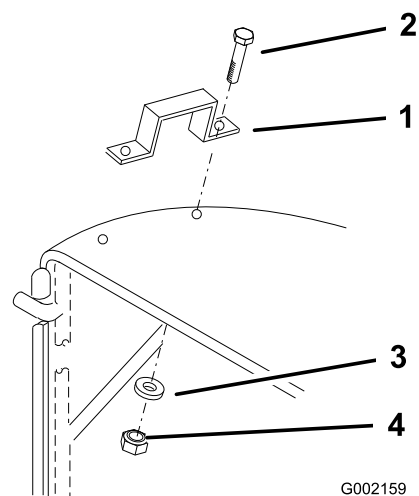

Figure 9
5. Insérez 2 boulons à tête hexagonale (1/4" x 1") dans chaque poignée et dans la toile depuis l'extérieur, et fixez-les en place avec 4 rondelles (1/4") et 4 contre-écrous (1/4"), comme montré à la Figure 9.